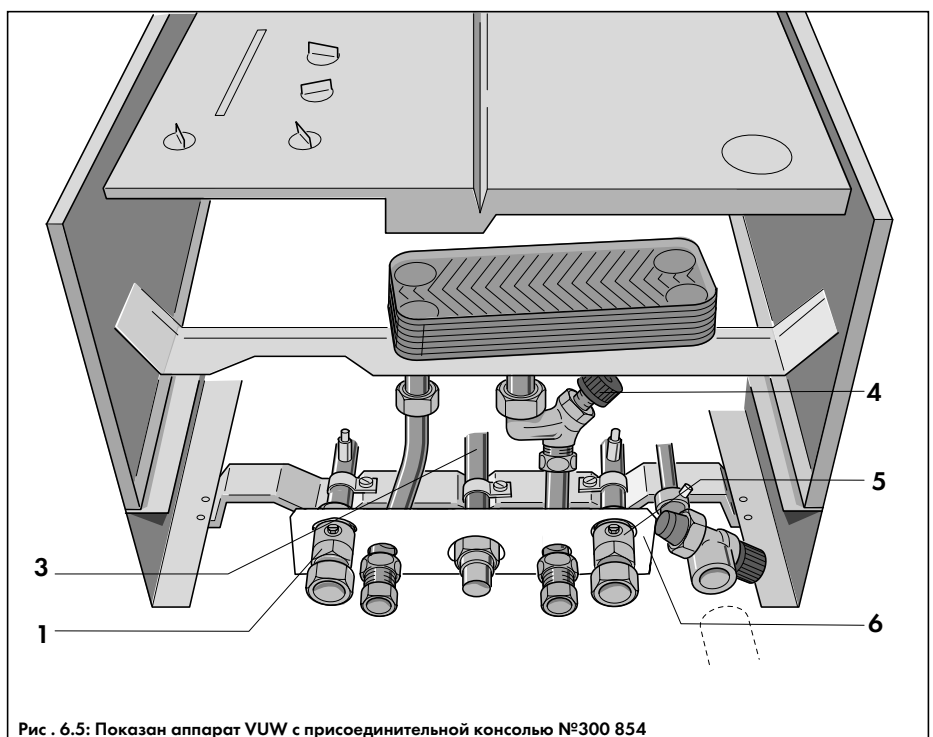

Рис. 6.5: Показан аппарат VUW с присоединительной консолью №300 854
- Открыть запорный кран\* холодной воды (4, рис. 6.5), поворачивая его влево;
- Открыть сервисные краны отопительного контура (1 и 5, рис. 6.5);